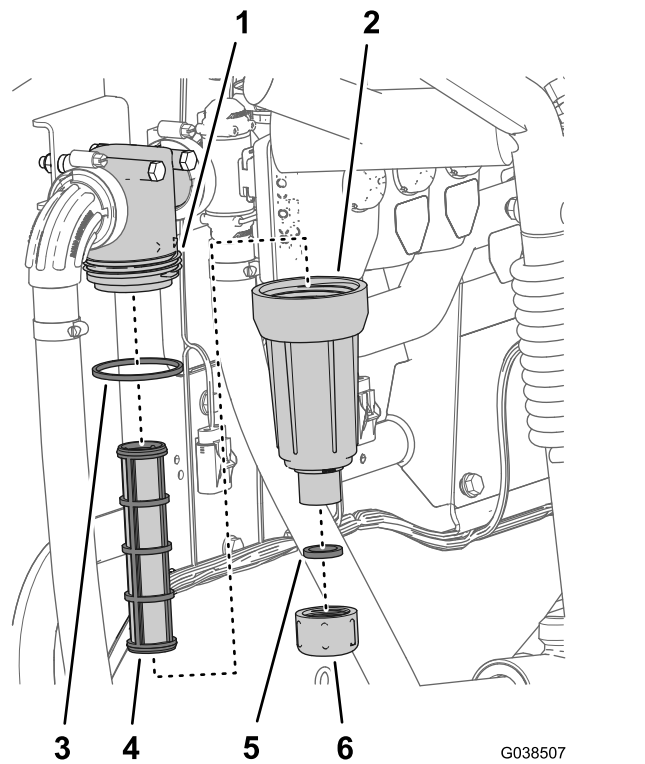

Figura 110
2. Coloque un recipiente de drenaje debajo del filtro de presión (Figura 110).
3. Gire el tapón de vaciado en sentido antihorario y retírelo de la cubeta del filtro de presión (Figura 110).
4. Enrosque la cubeta en sentido antihorario y retírela de la cabeza del filtro (Figura 110).
5. Retire el elemento usado del filtro de presión (Figura 110).
6. Inspeccione la junta tórica del tapón de vaciado (situada en el acoplamiento roscado de la cubeta) y la junta tórica de la cubeta en busca de daños y desgaste (Figura 110).
7. Instale el elemento nuevo del filtro de presión en la cabeza del filtro (Figura 110).
8. Instale la cubeta en la cabeza del filtro, y apriétela a mano (Figura 110).
9. Instale el tapón en la cubeta, y apriételo a mano (Figura 110).